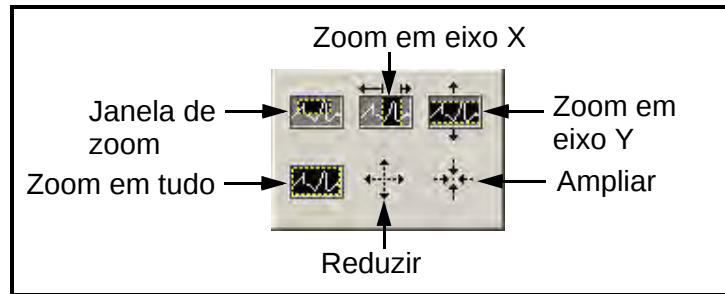

Figura 59: Ferramenta de zoom
- Ferramenta de zoom - oferece seis opções como mostrado em Figura 59.